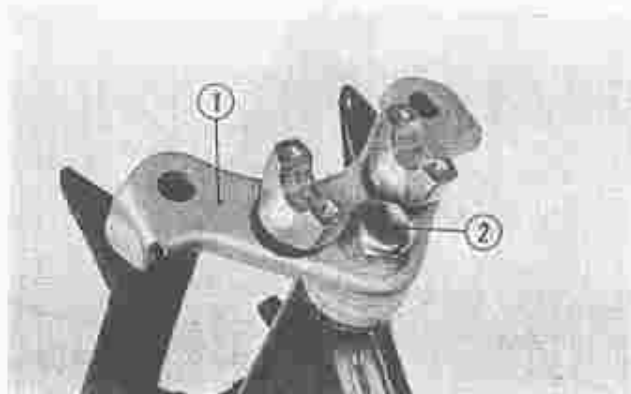

Fig. 87 Demonteren van voorvorkbrug
- 8) Maak de balhoofdmoer los en verwijder de vorkbrug. (Fig. 87)